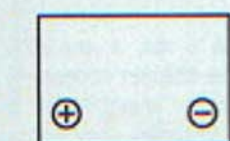
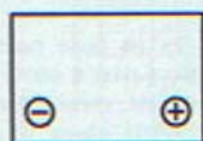

Рис.1
Рис.2
1.3 АКБ изготавливаются в двух вариантах исполнения: прямой и обратной полярности в зависимости от расположения полюсных выводов (см. рисунок 1 и рисунок 2). Полярность АКБ указывается в руководстве по эксплуатации автомобиля.